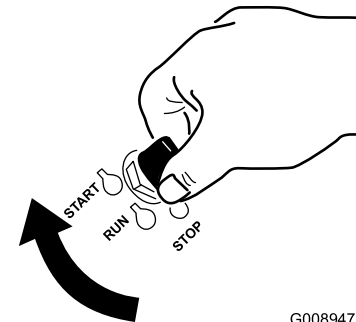

Figura 12
1. Gire la llave de contacto a la posición de Arranque (Figura 12). Cuando el motor arranque, suelte la llave.
7. Gire la llave de contacto a la posición de Arranque (Figura 12). Cuando el motor arranque, suelte la llave.